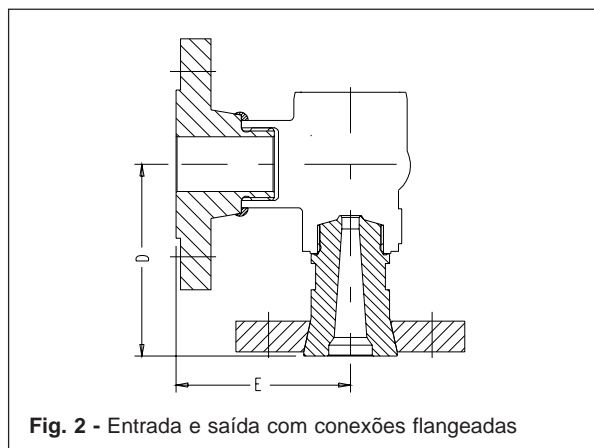

Fig. 2 - Entrada e saída com conexões flangeadas
- Conexões flangeadas segundo ANSI B 16.5 classes 150 e 300 (fig. 2), com flange de encaixe na entrada da válvula, o que facilita a instalação e a manutenção da mesma. Outras conexões sob consulta.
Opcional - com flanges (fig. 2)